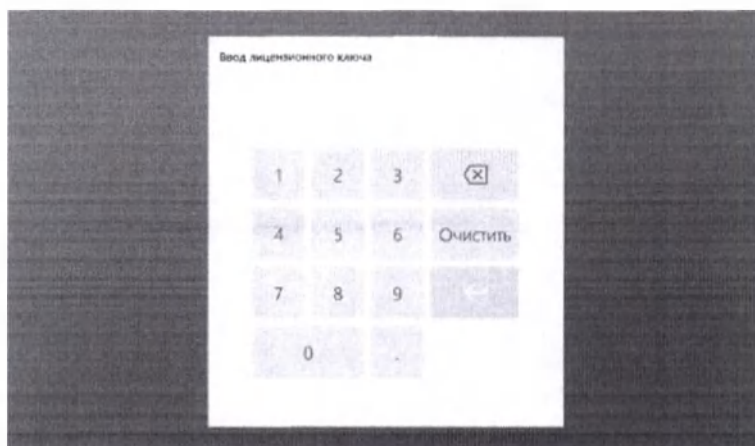

Рис.9.3 – Ввод лицензионного ключа
9.1.3. Для того чтобы ввести полученный лицензионный ключ, необходимо нажать кнопку  и в появившемся окне (Рис.9.3) ввести код и нажать кнопку «ОК».